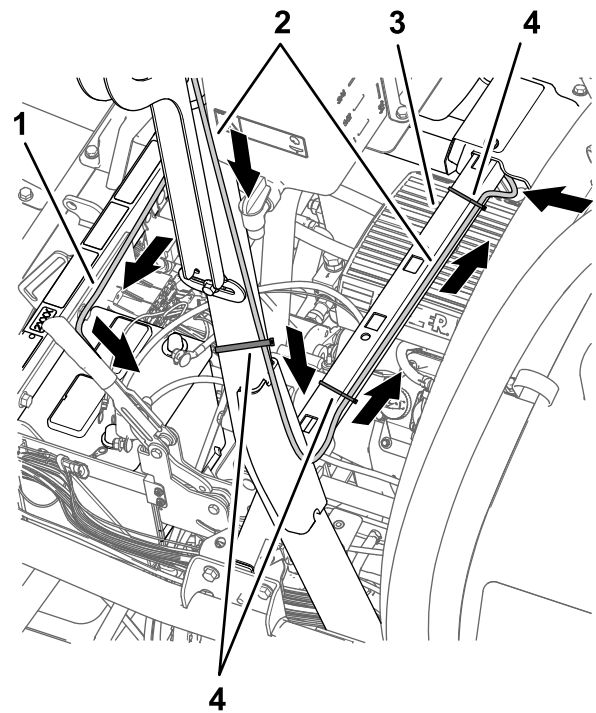
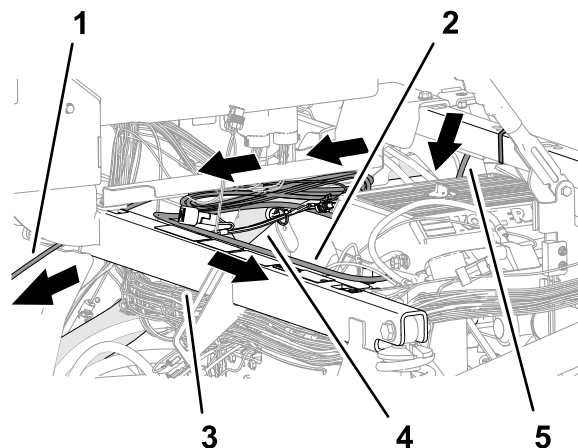

Figura 203
Figura 205
1. Disponete il cablaggio dati e il cablaggio della batteria lungo la parte posteriore del roll bar verticale di sinistra all'elemento trasversale per il supporto del sedile (Figura 203).
2. Fissate la diramazione di 390 cm del cablaggio dati per il ricevitore di navigazione al roll bar, come illustrato nella Figura 203.
5. Disponete il cablaggio dati e il cablaggio della batteria sull'elemento trasversale per il supporto del sedile e fissate la diramazione di 390 cm del cablaggio dati all'elemento trasversale con 2 fascette per cavi (Figura 203 e Figura 205).
6. Disponete la diramazione di 220 cm del cablaggio della batteria lungo il tubo del telaio superiore destro (Figura 205).
7. Disponete la diramazione di 220 cm del cablaggio della batteria sul tubo di supporto dell'ammortizzatore verso la batteria (Figura 205).
8. Disponete la diramazione di 220 cm del cablaggio dati (la diramazione del cablaggio con il connettore a 26 prese) sotto la consolle di comando e in avanti, verso la plancia (Figura 205).